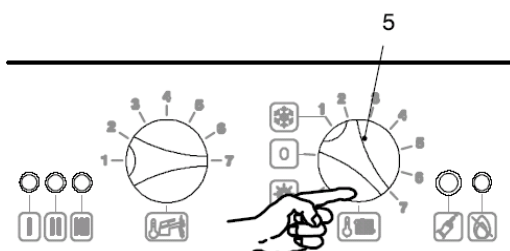

fig. 7.3
2. Поверните селектор поз.5 в положение, как показано на рис. 7.3.